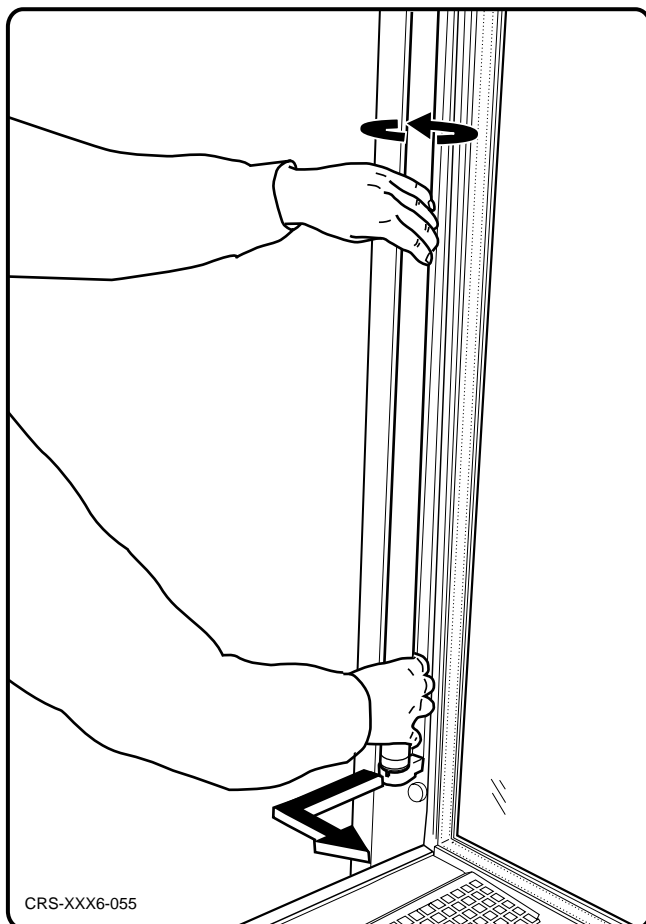

Fig. 7
- Desenclavar girando la lámpara fluorescente y extraerla del porta-lámparas (véase la fig. 7).
- Rode a lâmpada fluorescente para a desprender e puxe-a do porta-lâmpada (ver fig. 7).
- TL-buis ontgrendelen door hem te draaien en uit de fitting trekken (zie afb. 7).